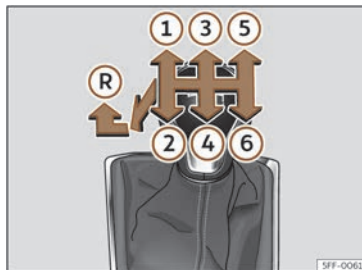

Fig. 114 Esquema d'un canvi manual de 6 marxes.
A la palanca de canvis s'indiquen les posicions de les marxes >>> **fig. 114**.
- Amb la palanca de canvis en punt mort, pressioneu-la cap avall, moveu-la a l'esquerra fins al final i després cap endavant per seleccionar la marxa enrere >>> **fig. 114 (R)**.